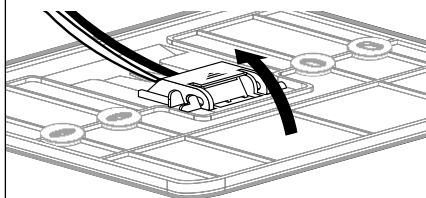

fig. 2
- het draadpaar aansluiten op de stekker (zoals uitgelegd op de volgende pagina) en het beveiligingslijpje weer sluiten (fig.2);